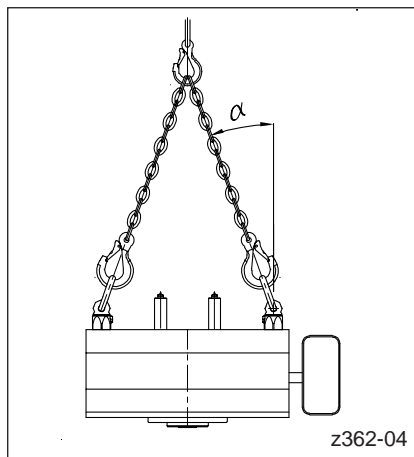
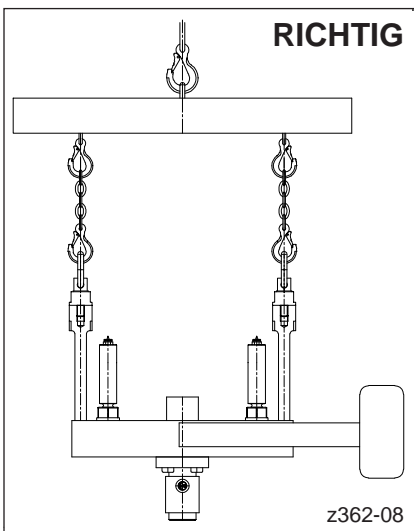
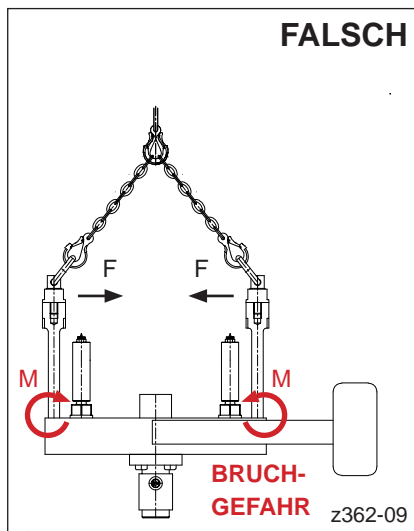

Abbildung 14: Anheben einer Last über 2 Anschlagpunkte, verteilt auf 2 gleichmäßig belastete, aber geneigte Stränge (Beispiel: liegende Heiße Seite)
Abbildung 16: Richtiges Anheben einer Last bei Verwendung von Distanzbolzen für Anschlagwirbel (L2X-System)
Abbildung 17: Falsches Anheben einer Last bei Verwendung von Distanzbolzen für Anschlagwirbel (L2X-System)
- Die Last wird auf 2 gleichmäßig belastete, aber geneigte Stränge verteilt (siehe Abbildung 14). Hierbei muss entsprechend dem Neigungswinkel  $\alpha$  eine Reduktion der Maximallast stattfinden (siehe Tabelle 8).
- Kommen Distanzbolzen für Anschlagwirbel zum Einsatz, ist die Verwendung einer Kran-Traverse zwingend notwendig, um eine korrekte Kräfteinleitung über senkrecht gestreckte Stränge zu ermöglichen (siehe Abbildung 16). Wird hier mit geneigten Strängen angehoben entsteht eine Kraft  $F$ , die im Einschraubgewinde ein Biegemoment  $M$  verursacht. Hierdurch besteht Bruchgefahr (siehe Abbildung 17).
Entnahme einer Heißen Seite, eines L2X-Systems oder eines einzelnen Verteilers aus einer Transportkiste oder von einer Palette (siehe Abbildung 14, Abbildung 15 bzw. Abbildung 16).